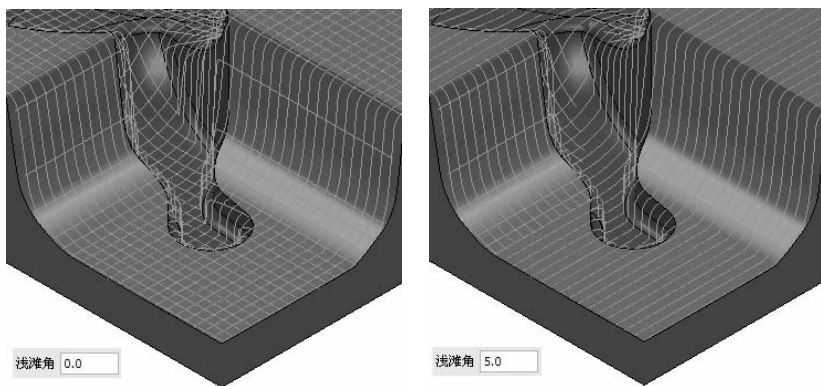

图 2-115 浅滩角
- **【浅滩角】**：用于定义零件结构面与坐标系 XOY 平面之间的夹角，以区别零件的陡峭部位和平坦部位。当零件上的角度小于所定义的浅滩角时，当作平坦面，不产生垂直路径，如图 2-115 所示。